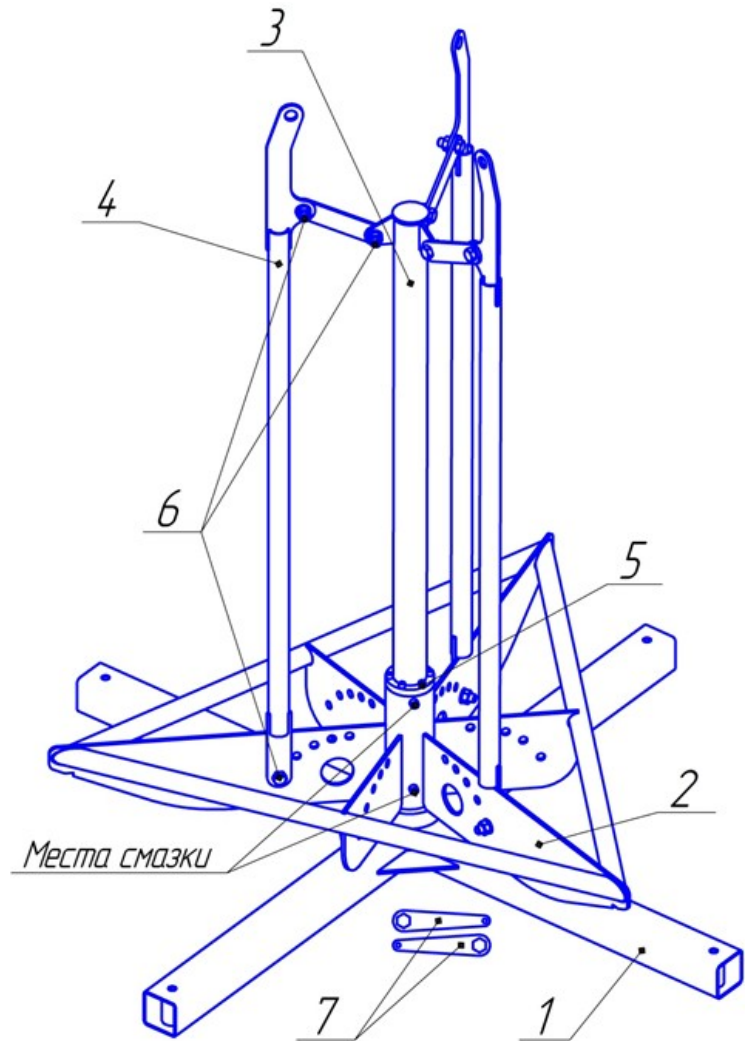

Рис.2
Буран -5 (6) состоит из неподвижного основания (Поз.1, Рис.2) и вращающейся регулируемой рамы, состоящей из корзины (Поз.2, Рис.2), стойки (Поз.3, Рис.2) и ограничителей (Поз.4, Рис.2).
Бухтодержатель Буран-5 имеет 3 ограничителя (Рис.2), Буран-6 - 6 ограничителей.
Для плавной и надежной работы необходимо выставлять минимальный зазор между внутренним диаметром бухты и ограничителями (Поз.4), (см. рис. 2/3).